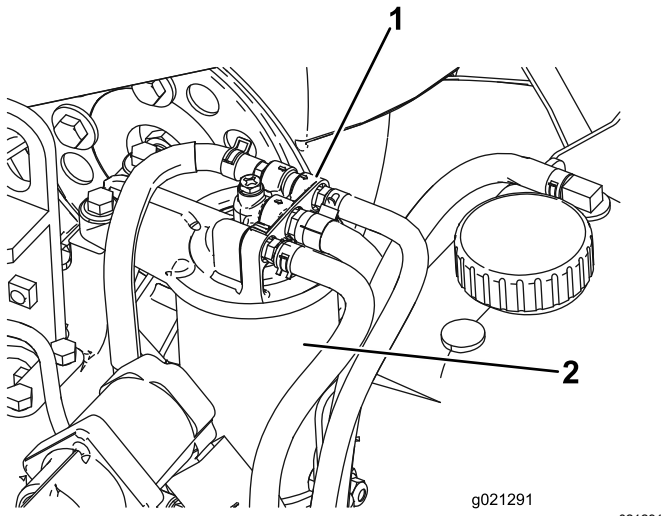

Figura 96
1. Limpie la zona alrededor de la cabeza del filtro de combustible (Figura 96).
2. Retire el filtro y limpie la superficie de montaje de la cabeza del filtro (Figura 96).